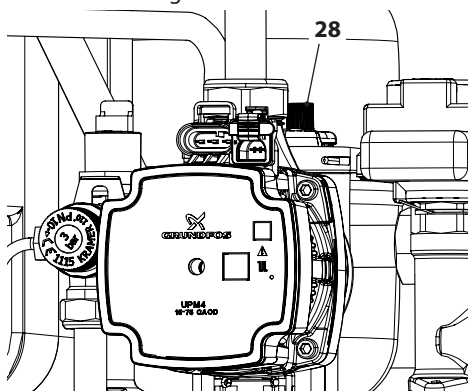

Figura 6.3
- Svitare il tappo della valvola di sfianto automatica 28 in Figura 6.3.